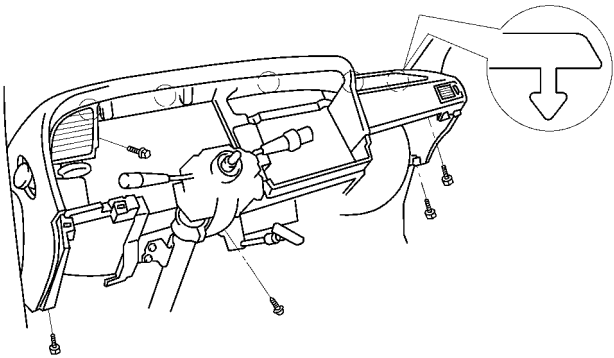

图 17-120 拆下 4 个螺栓、1 个螺钉和带中央仪表板托架的保护减振垫
(15) 拆下带中央仪表板托架的保护减振垫。拆下 4 个螺栓、1 个螺钉和带中央仪表板托架的保护减振垫，如图 17-120 所示。